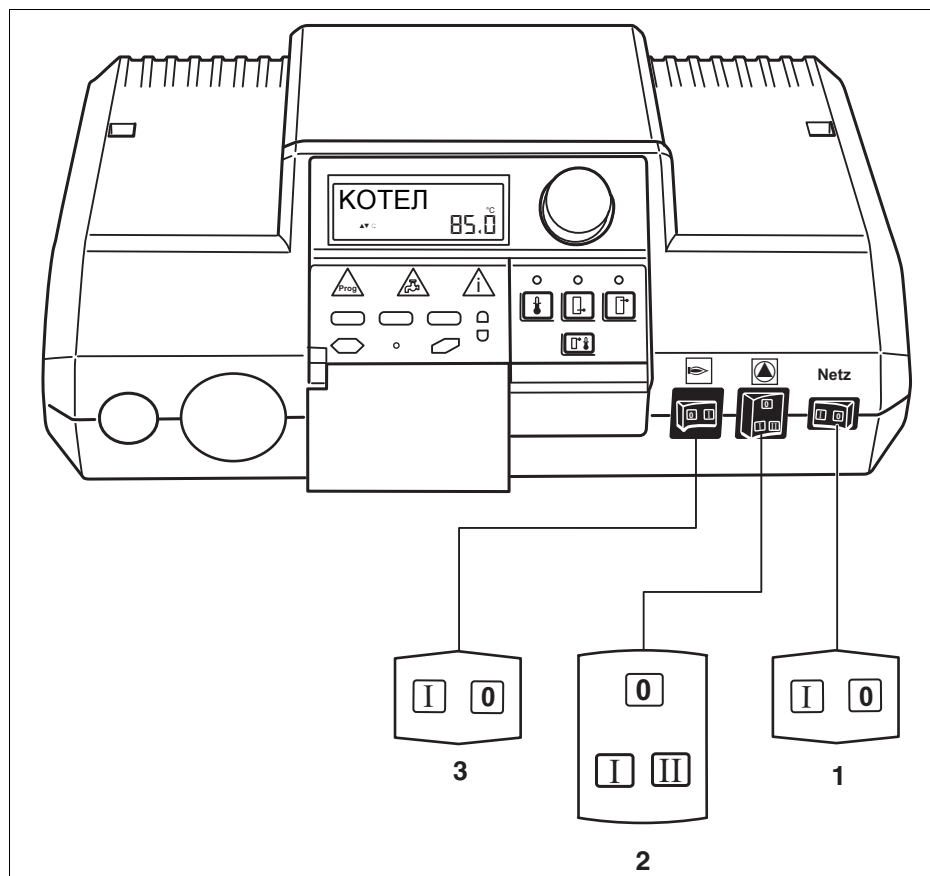

Рис. 3 Кнопки, необходимые для включения
- Установите пусковой выключатель на " **I** " (ВКЛЮЧЕНО) (рис. 3, **поз. 1**).
- Установите выключатель циркуляционного насоса на " **II** " автоматический режим (рис. 3, **поз. 2**).
- Установите переключатель автоматического подключения дизельного/газового котла на " **I** " (ВКЛЮЧЕНО) (рис. 3, **поз. 3**).
Установите пусковой выключатель в положение "0" (рис. 3, поз. 1).